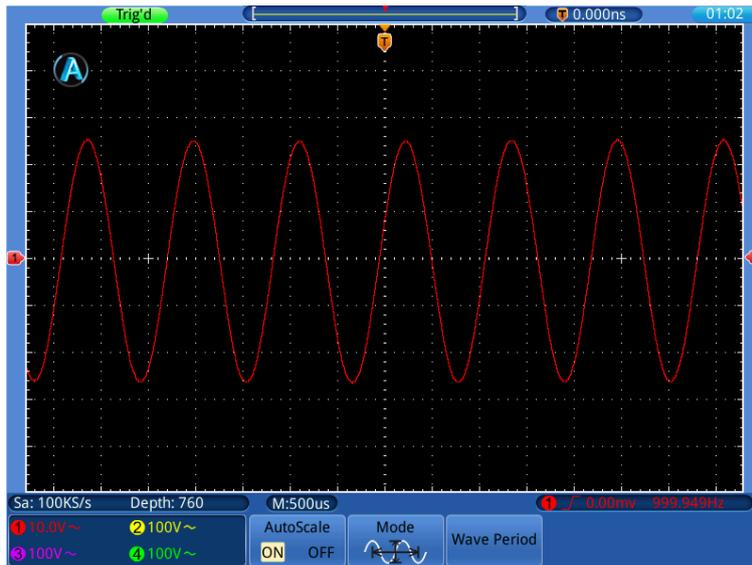

Fig. 0-14 Escala automática: formas de onda horizontal-vertical de periodos múltiples
4. Seleccione **Wave Period** en el menú inferior y  en el de la derecha (consulte la fig. 0-14).